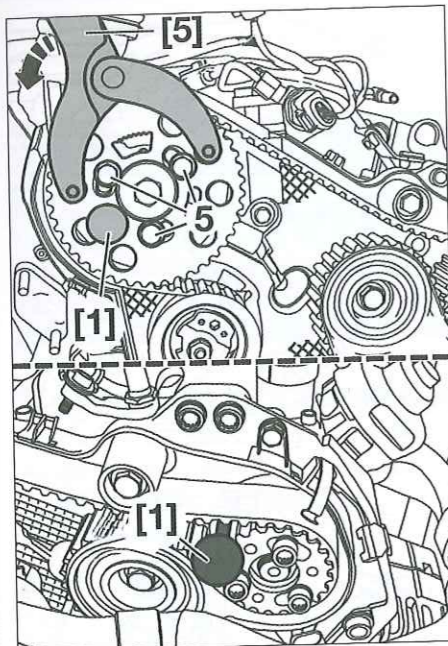
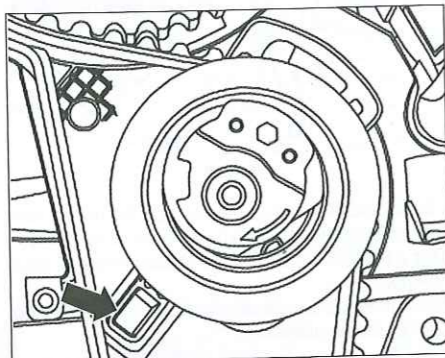

Fig. 10
Fig. 11
- Bloquear el piñón de eje de levas con ayuda de la varilla de bloqueo [1] (Fig.10).
- Aflojar la tuerca (8) del rodillo tensor y retirar el útil de bloqueo [3].
- Vigilar el posicionado correcto del rodillo tensor en la protección del cáster interior (Fig.11).
- Colocar el útil [5] y empujarlo en el sentido antihorario. Sostenerlo en esta posición y apretar los tornillos de fijación del piñón de eje de levas y del piñón de bomba de alta presión a 2 daNm (Fig.10).